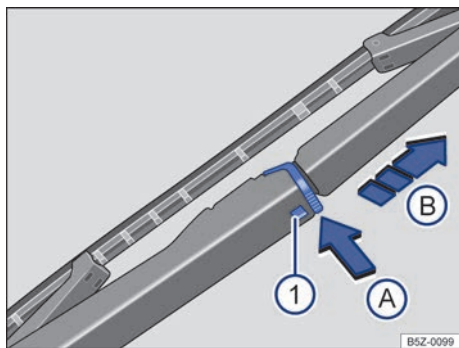

Fig. 150 Substituir a palheta do limpador do vidro traseiro.
- Manter o botão de destravamento → Fig. 150 ❶ pressionado.
- Pressionar a trava da palheta do limpador do vidro traseiro → Fig. 150, no sentido da seta (A).
- Puxar a palheta do limpador do vidro traseiro → Fig. 150, no sentido da seta (B).
- Introduzir a nova palheta do limpador do vidro traseiro **de mesmo tamanho e modelo** do limpador do vidro traseiro no sentido contrário da seta → Fig. 150 (B) até que ela se trave.